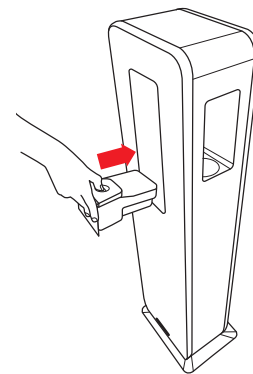

Fig. 1-22
18.6 – Inserire nuovamente la vaschetta raccogliocce nella propria sede, vedi Fig 1-22.